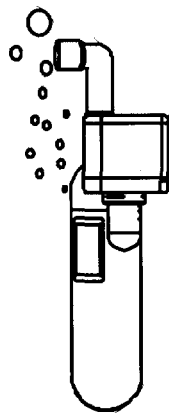

Рис. 2
5. Погрузите собранный стерилизатор в аквариум на 30 секунд, чтобы воздух из прибора вышел. Пузырьки воздуха внутри прибора обеспечивают нежелательную плавучесть (См. Рис.2).